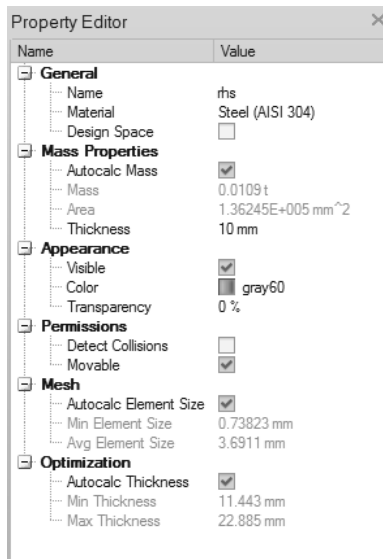

图 14-2
3) 按〈F3〉键打开属性编辑器，在质量属性下为零件分配 10 mm 的厚度，如图 14-2 所示。